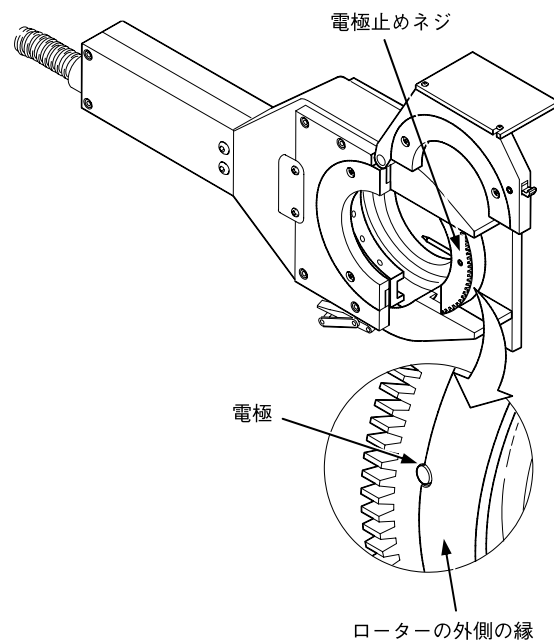

図6：電極を取り付ける
1. ウェルド・ヘッドを開いた状態で、タングステン電極が図6の位置に来るまで本体スイッチ・パネルの「ジョグ」または「電極交換」を押します。